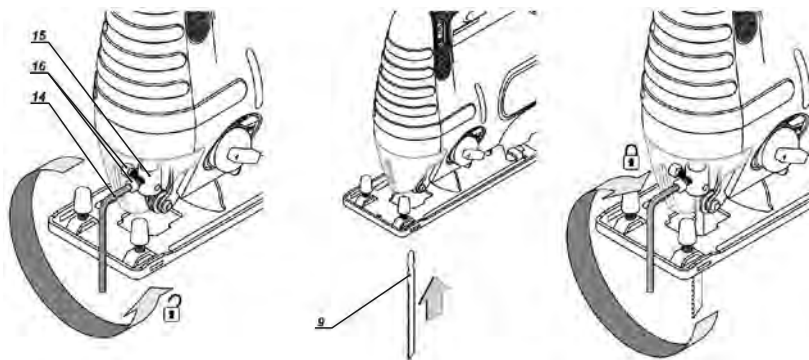

fig. 1 – desenho demonstrativo da instalação e extração da serra
Assegure-se sempre que o equipamento esteja desligado e com o plugue fora da tomada antes de instalar ou extrair a lâmina (9). Para a instalação da lâmina (9), solte os dois parafusos de fixação no suporte da lâmina (16). Introduza a lâmina no cursor até travar (dentes da lâmina voltados para frente), utilize a chave sextavada (14) para apertar o parafuso e travar a lâmina. Observe se a parte posterior da lâmina esteja encaixada na ranhura da polia de guia fig. 1.